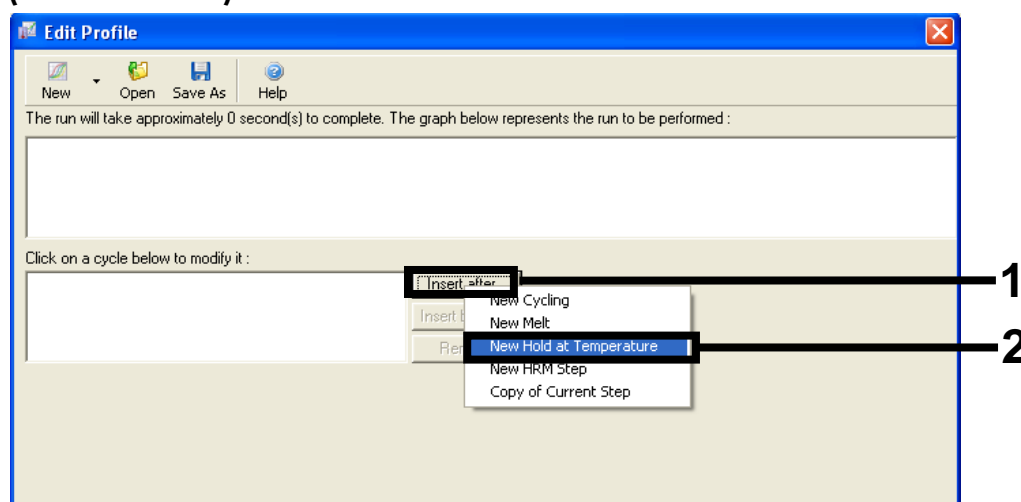

Ilustración 4. Paso de incubación inicial a 95 °C
Activación inicial de la enzima para Hot-Start	Ilustración 4
7. Haga clic en el botón “Insert after” (Insertar después) y seleccione **New Hold at Temperature** (Nueva fase de temperatura) (Ilustración 4).